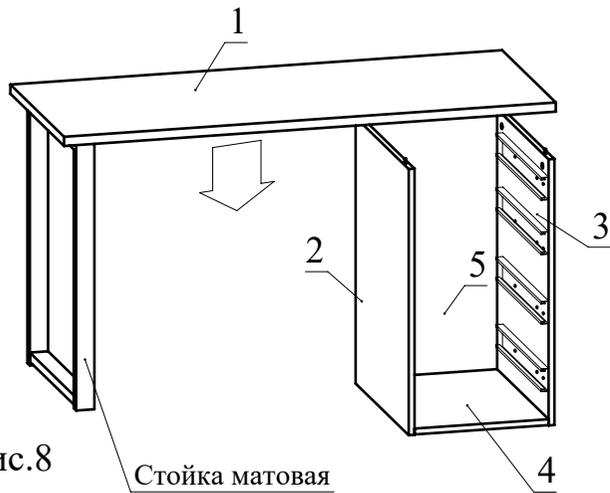

Рис.8
7. Соедините две сборки, полученные ранее, затянув головки минификсов (Рис. 8).